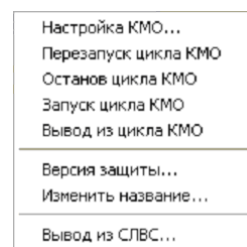
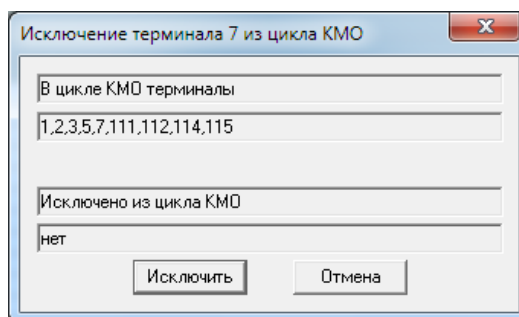
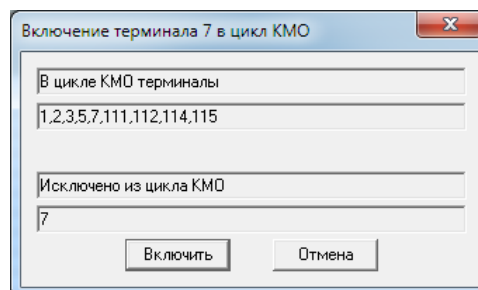

Рис. 22 Меню настройки
Рис. 23 Панель вывода терминала из цикла КМО
Рис. 26 Панель включения терминала в цикл КМО
После запуска программы «Монитор РЗА» и выбора терминала в списке панели доступа (см. рис. 10), двойным щелчком правой клавиши мыши открывается меню настройки, показанное на рис. 22. После выбора команды «Вывод из цикла КМО» появится панель вывода терминала из цикла КМО, показанная на рис. 23. В верхней строке панели дан список номеров терминалов входящих в цикл КМО, которые настроены в таблице списка терминалов КМО (см. рис. 14). В нижней строке – список номеров терминалов, выведенных из цикла КМО для проверок.
В меню настроек (см. рис. 22), по команде «Ввод в цикл КМО», вызывается панель включения терминала в цикл КМО, показанная на рис. 26.
5. отключается разъём Vbnet (при необходимости); перед отключением разъёма Vbnet необходимо вывести терминал из СЛВС ЧЯ по команде «Вывод из СЛВС» меню настройки (см. рис. 22).